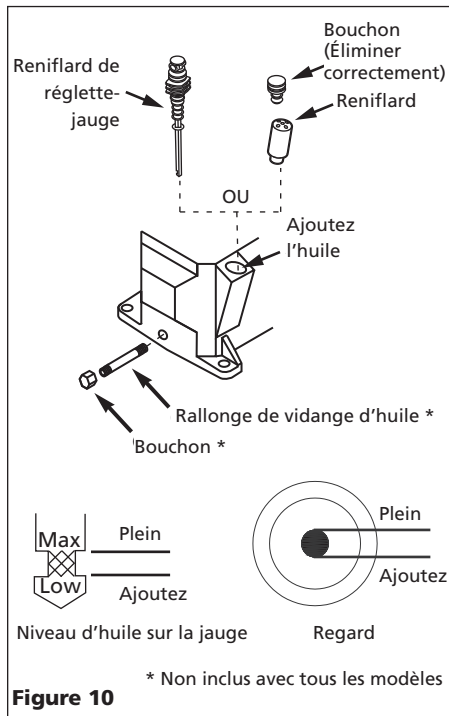

Figure 10
1. Retirer le bouchon de l'ouverture de remplissage d'huile. Remplir la pompe au niveau d'huile approprié (voir la figure 10). Installer le reniflard (qui se trouve dans le sac de pièces avec ce manuel ou suspendu du cylindre).